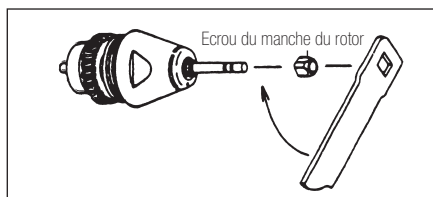

Fig.15
- 3) Insérez finalement l'écrou du manche du rotor le long de la fraise test et serrez-le bien avec une clé tout en tenant le rotor (Fig.15).